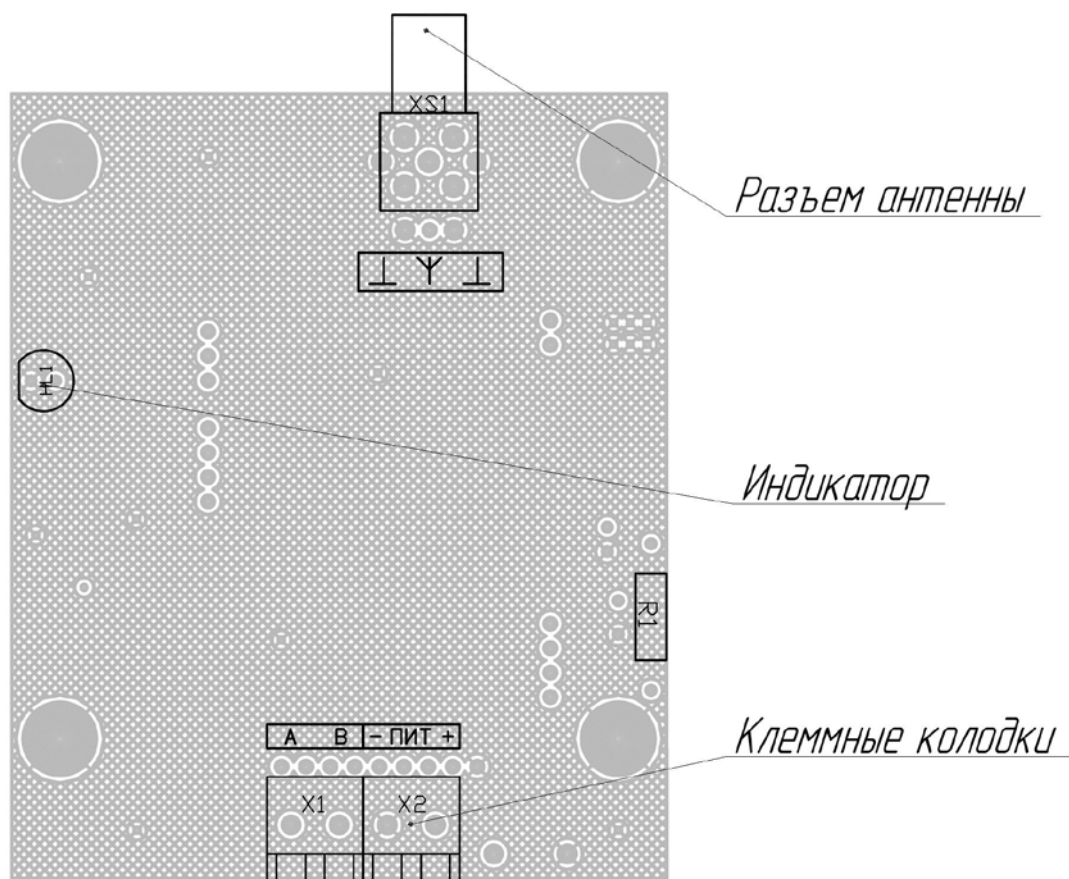

Рисунок 1 – Плата БРМ
1.17.2 Для подключения антенного кабеля необходимо ввести его через гермоввод на нижней стороне БРМ, установить на разъем кабеля переход угловой из комплекта БРР и подключить переход угловой с кабелем к разъему антенны на плате БРМ (рисунок 1).